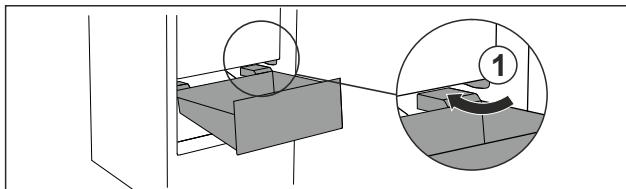

Fig. 73
- Прокарайте чекмеджето под ъгъл около ограничителите Fig. 73 (1).